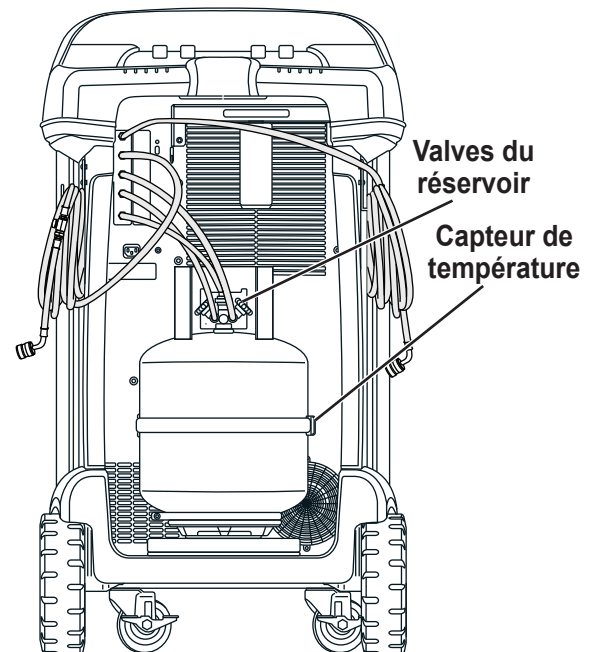

Figure 7
6. Le système demandera à l'utilisateur de remplacer le réservoir de fluide frigorigène situé à l'arrière de l'appareil par un réservoir conçu pour le nouveau fluide frigorigène, de raccorder les tuyaux du réservoir, d'ouvrir les valves du réservoir et de réinstaller le capteur de température. Reportez-vous à la Figure 7.